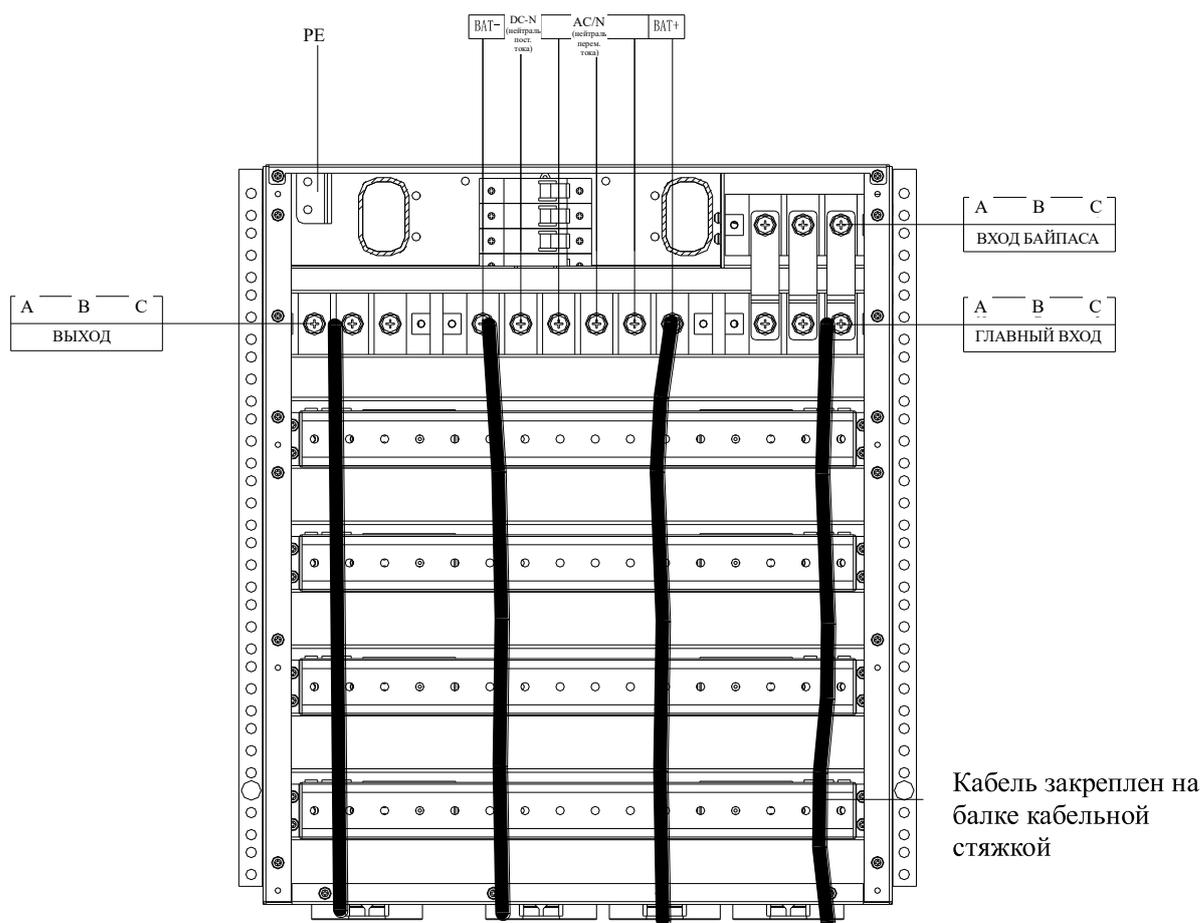

Рисунок 4-2. Принципиальная схема подключения силового кабеля
Сетевой, выходной и батарейный кабель подключены к соответствующим медным шинам ИБП, как показано на рис. 4-2.
Провод защитного заземления должен быть надежно соединен с клеммой защитного заземления (PE) (см. рис. 4-2) с помощью болтов.
На рис. 4-2 показано расположение клемм силовых кабелей стоечного ИБП.
В шкафу связать и закрепить кабели, как показано на рис. 4-2, чтобы предотвратить механическое повреждение кабелей.
См. информацию о следующих шагах подключения силового кабеля на рис. 4-2:
Существует два метода прокладки сигнальных кабелей: с вводом сверху и снизу. Следует прокладывать сигнальные кабели, как показано на рис. 4-2.